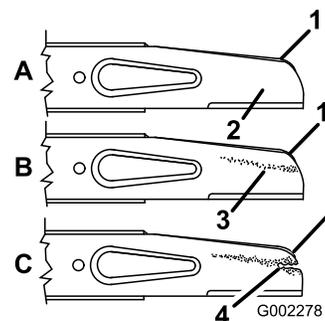

Рисунок 24
Внимательно проверьте остроту и степень износа ножа, особенно в месте соединения плоской и изогнутой частей ножа (Рисунок 24А). Проверяйте нож перед эксплуатацией машины, поскольку песок и абразивный материал могут стачивать металл между плоской и изогнутой частями ножа. Если вы заметите бороздку или износ (Рисунок 24В и Рисунок 24С), замените нож; см. раздел Демонтаж ножа \(страница 25\).
2. Выверните болт ножа, снимите стопорную шайбу, акселератор и нож (Рисунок 24).